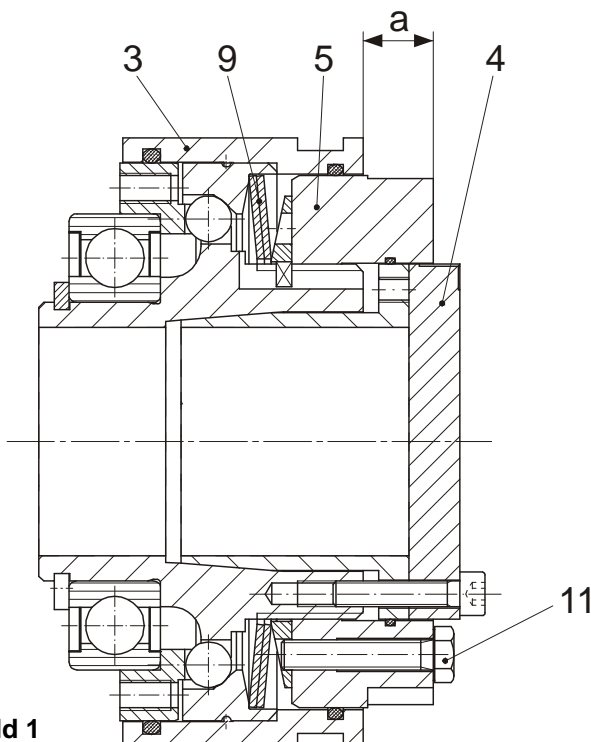
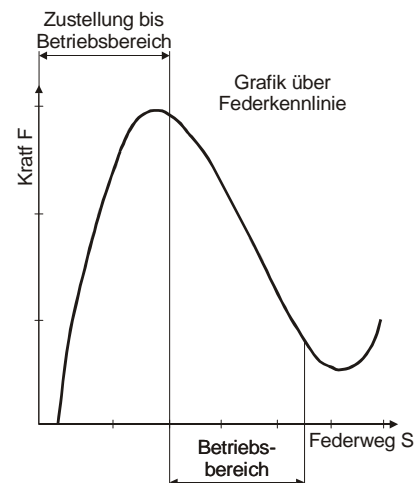

Bild 1
Bild 3 (Das Diagramm dient nur als Beispiel)
Die Einstellung erfolgt durch das Verdrehen der Einstellmutter (5). Die eingebauten Tellerfedern (9) werden im negativen Bereich der Kennlinie (siehe Bild 3) betrieben, d. h. ein Anziehen der Einstellmutter (5) bewirkt ein Absinken der Federkraft, bzw. ein Lösen der Einstellmutter (5) ein Ansteigen der Federkraft.
EAS®-compact® Größe 01 – 3 wird, falls kundenseitig keine andere Drehmomenteinstellung gewünscht, generell werkseitig auf ca. 70 % des jeweiligen Maximaldrehmoments **voreingestellt** und **markiert** (kalibriert). Eine Kontrolle "**Federeinsatz im Betriebsbereich**" (Bild 3) kann über das Maß "a", (Abstand von Einstellmutter-Stirnseite (5) bis Dichtring-Stirnseite (3) (Bild 1)) vorgenommen werden. Die Angaben hierzu entnehmen Sie aus der Tabelle 1. Sollte das voreingestellte Drehmoment kundenseitig nicht mehr verändert werden, so muss dennoch die Sicherungsschraube (11) kundenseitig herausgedreht, mit Loctite 243 bestrichen und wieder in die Einstellmutter (5) eingedreht werden
Ein Verstellen der Einstellmutter (5) bzw. Verspannen der Tellerfedern (9) außerhalb des Betriebsbereichs der Tellerfederkennlinie (siehe Bild 3) setzt die Kupplung außer Funktion.
Nach Demontage der Kupplung (z. B. durch Tellerfeder bzw. Tellerfederschichtungswechsel) muss die Kupplung über das Maß "a" (siehe Tabelle 1 und Bild 1) neu voreingestellt und kalibriert werden.